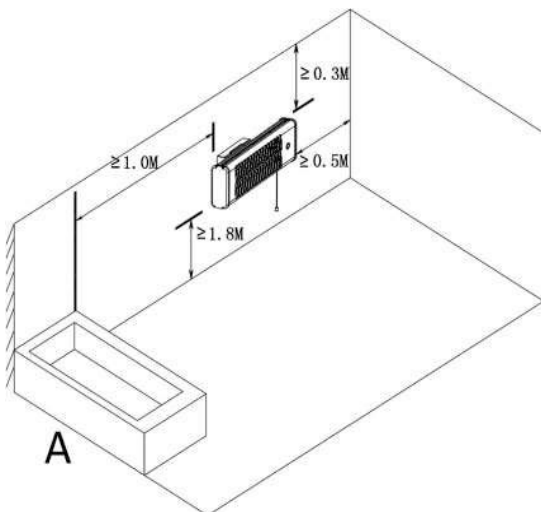
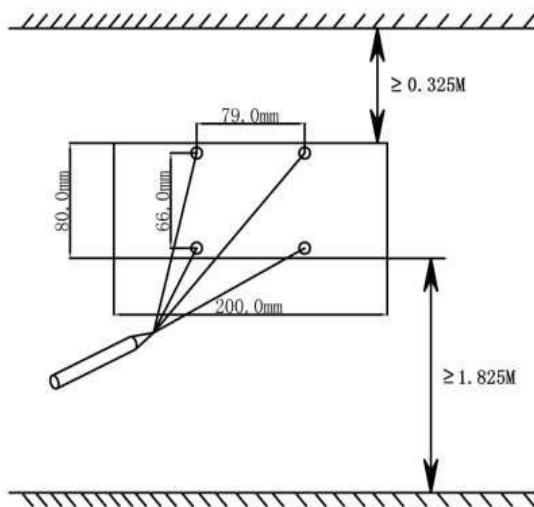

Bild 3
Bild 4
20. Håll säkerhetsavstånden enligt de europeiska standarder och nationella bestämmelser som anges i bild 3.
2. Kvartrörret får endast installeras i ett horisontellt läge. installera inte i tak eller vertikalt. Vid installation, säkerställ det minsta avstånd som anges i bild 3. Värmeelementet måste monteras minst 1 800 mm ovanför golvet, 300 mm under taket och 500 mm från sidovägg(ar).
3. Hitta ett lämpligt läge som inte blockerar åtkomsten till sladdströmställaren och brytaren, respektera alltid säkerhetsavstånden som anges i bild 3. Markera hålen på väggen där värmeelementet ska monteras. Ta måtten i bild 4 som referens. Markera ett kors i mitten av hålet för exakt borrhning (se bild 4).